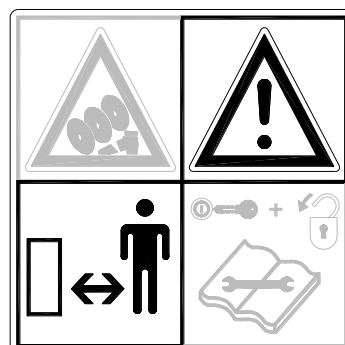

Abb. 4
**Mindestens 4 m Abstand halten!** (Abb. 4)